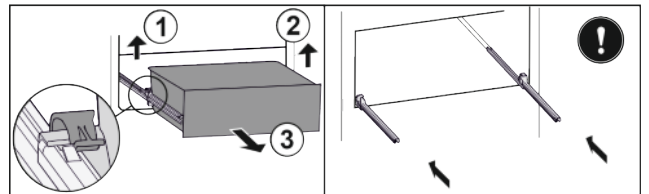

Fig. 26*
- ▶ Отсоедините выдвижной ящик слева Fig. 26 (1).*
- ▶ Отсоедините справа Fig. 26 (2).*
- ▶ Извлеките движением вперед Fig. 26 (3).*